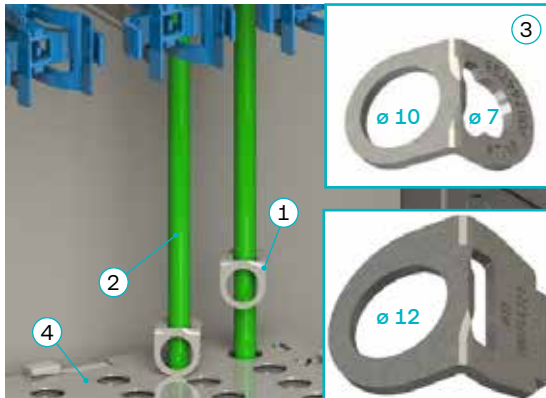

Abb. 16
- > Montage der Mikrorohre erfolgt gemäß der Montage-Matrix von rechts hinten nach links vorne. Die Sortierung erfolgt über Klammernaufnahmen mit Duo-Klammern (1) die auf der Rückwand montiert sind.
- > **Beachten:** Aus Platzgründen müssen die Mikrorohre (3) ($\varnothing 10 / \varnothing 12$) und Einzelzugabdichtungen (2) abgestuft werden, siehe Abb. 16.